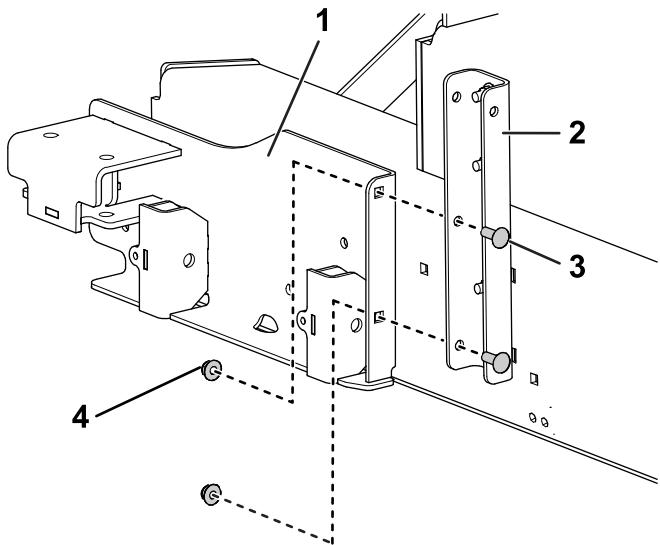

図1
- 左側ボックスブレードアタッチメントホルダーを、ミッドマウントアタッチメントブラケットに仮止めするキャリッジボルト3/8 x 1"2本とナット $\frac{3}{8}$ "2個を使用する図1。